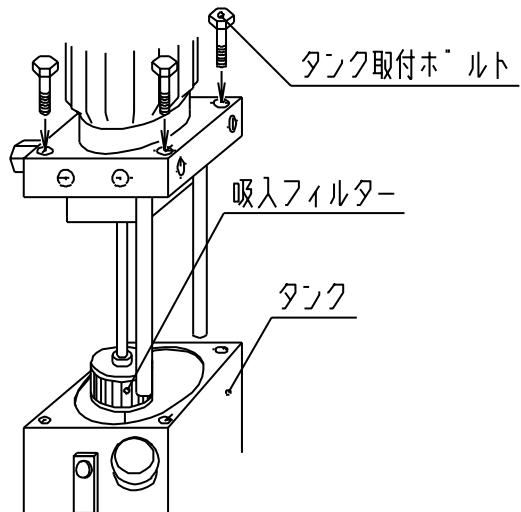

図9 吸入フィルターの洗浄
- (1) 吸入フィルターが詰まりると騒音や流量不足の原因となります。定期的に洗浄して下さい。1日、8時間程度の使用で、1年に1~2回行なって下さい。
- (2) タンク内に吸入フィルターが組み込まれています。図9に示す4本のタンク取付けボルトを緩めてタンクを取り外して行なって下さい。